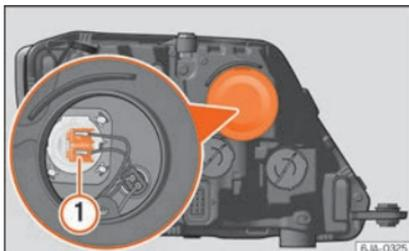

Abb. 91 Glühlampe für Fernlicht auswechseln
- Ziehen Sie den Stecker »» **Abb. 91** ① nach außen ab.